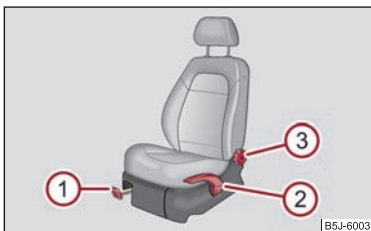

Abb. 50 Bedienelemente am Sitz
- Ziehen Sie den Hebel ① ⇒ Abb. 50 nach oben und schieben Sie dabei den Sitz in die gewünschte Position.
- Lassen Sie den Hebel ① los und verschieben Sie den Sitz soweit, bis die Verriegelung hörbar einrastet.